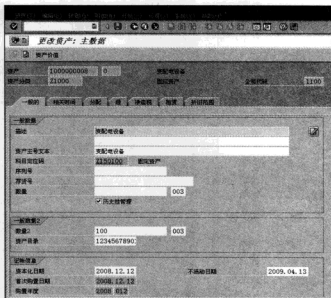

图 10-18 “更改资产：主数据”界面
STEP 2 系统默认显示最后一个创建或者修改的记录，可以直接输入资产编号和公司代码，或单击“ ”按钮进入资产选择窗口，在此输入一条资产信息，然后回车，进入“更改资产：主数据”界面，如图 10-18 所示。在此界面中，可以修改资产主数据的相关信息。